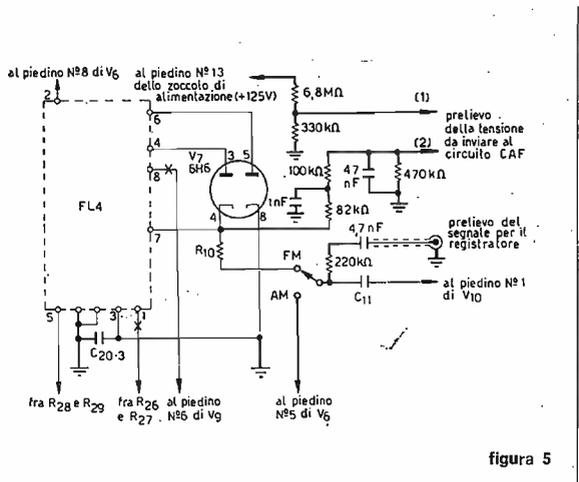

figura 5
La figura 5 mostra la modifica al circuito di rivelazione FM (o discriminatore) per ottenere la tensione CAF e quella per predisporre il ricevitore alla ricezione AM nonché quella per permettere la registrazione dei segnali senza ricavarne distorsione.
Per quanto riguarda il collegamento del discriminatore con il circuito CAF di figura 1 a pagina 912 del n. 10/69, occorre fare molta attenzione che i terminali (1) e (2) della figura 5 siano collegati correttamente ai rispettivi terminali d'ingresso CAF, C₁ e C₂, cioè il n. 1 con il terminale di C₁ e il n. 2 con il terminale di C₂. Inoltre se è stata scelta per l'oscillatore locale del convertitore una frequenza di 110 MHz, anziché 160 MHz occorre modificare i collegamenti allo zoccolo della 6H6 in modo che l'uscita n. 6 dal trasformatore del discriminatore (FL4) giunga sul piedino n. 3 e l'uscita n. 4 sul piedino n. 5. In ogni caso però il piedino n. 8 dello zoccolo andrà collegato direttamente a massa e i collegamenti originali che vanno al n. 1 e al n. 8 del discriminatore andranno distaccati e isolati come indicato in figura 5.
La modifica per la ricezione AM consiste invece nel deviare il condensatore d'ingresso del primo stadio di bassa frequenza, cioè C₁₁, sul piedino n. 5 della valvola 6AC7 limitatrice (indicata con V₅ nello schema) applicando un deviatore a slitta in prossimità del condensatore, in modo da ridurre al minimo i collegamenti da effettuare. Il prelievo del segnale da inviare al registratore deve essere fatto attraverso una resistenza e un condensatore in serie partendo dal centrale del deviatore AM-FM e come presa di uscita può essere impiegato il connettore GBC (GQ/1800) da applicarsi sul retro del ricevitore, completando poi il collegamento con il registratore tramite cavo schermato a bassa capacità. Si tenga presente che la modifica al discriminatore suggerita per pilotare il CAF rende inattivo il circuito squelch e pertanto la valvola 6SL7 (V₆), rimanendo esclusa dal circuito del ricevitore potrebbe essere impiegata in sostituzione del transistor FET, (TIS34) previsto per lo S-meter, però coloro che non fanno uso del circuito CAF non devono apportare nessuna modifica al discriminatore e per quanto riguarda la figura 5 si limiteranno alla modifica AM e a quella del prelievo per la registrazione.